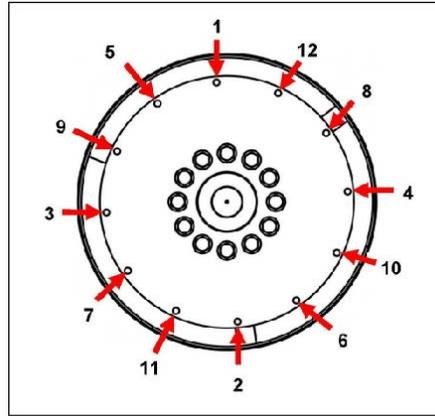

图 24. 固定顺序
10. 拆下校准销。使用头下方的大尺寸垫圈，安装耦合螺栓。拧紧螺栓以将耦合盘固定到飞轮上，如图 24 在第 xx 页 41 所示。